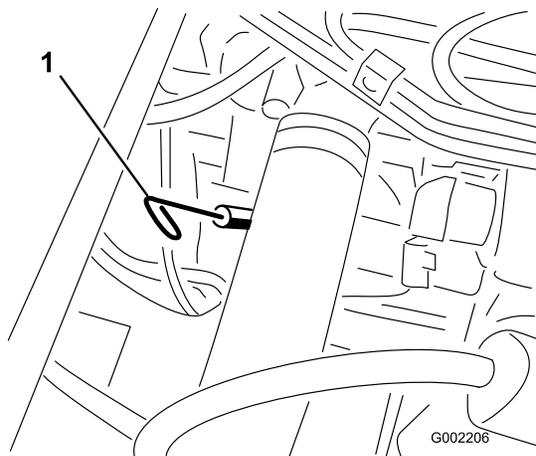

Figura 40
2. Retire la varilla, ubicada debajo del asiento del pasajero, y límpiela con un paño limpio (Figura 40).
13. Retire el tapón de llenado de aceite y vierta lentamente aproximadamente el 80% de la cantidad especificada de aceite en el motor por el tubo de llenado (Figura 40).